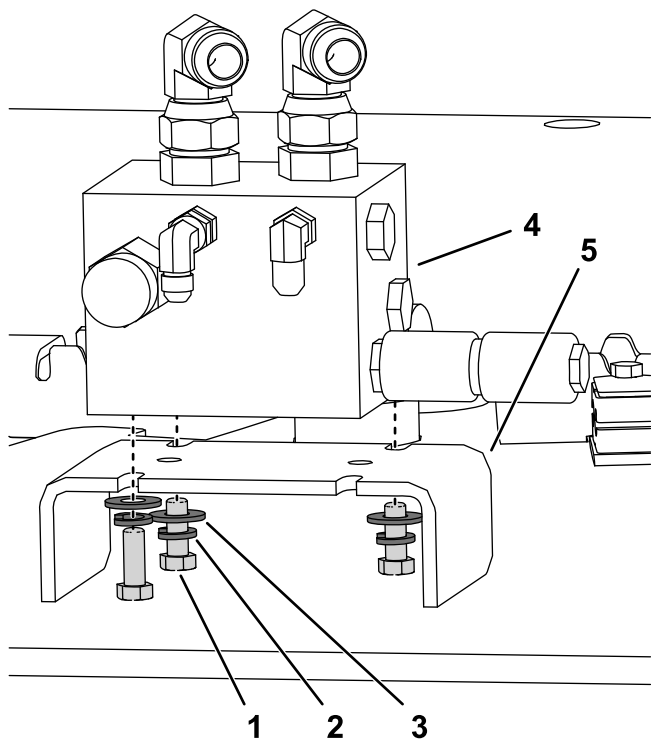

Рисунок 2
4. Присоедините коллектор в сборе к креплению шланга с помощью 3 болтов ($\frac{3}{8}$ x 1 дюйм), стопорных шайб и плоских шайб (Рисунок 2).